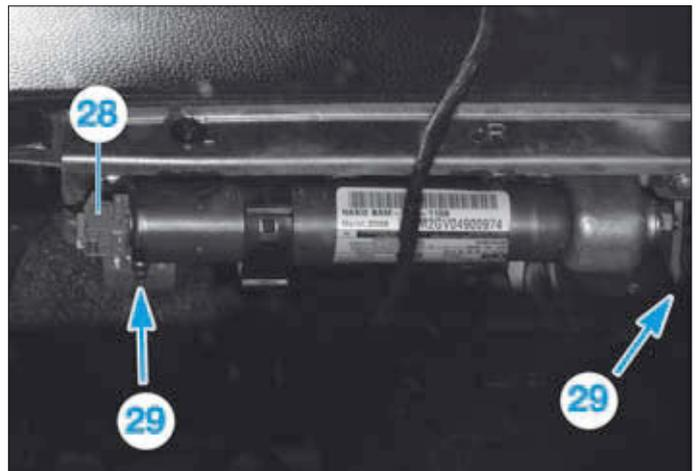

FIG. 31
- Débrancher le connecteur (28) de l'airbag genoux conducteur (Fig.31).
- Déposer les fixations (29) de l'airbag genoux conducteur.